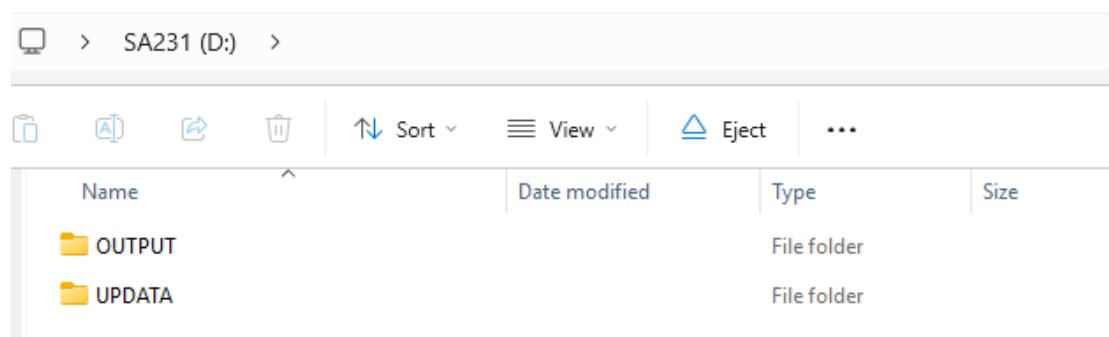
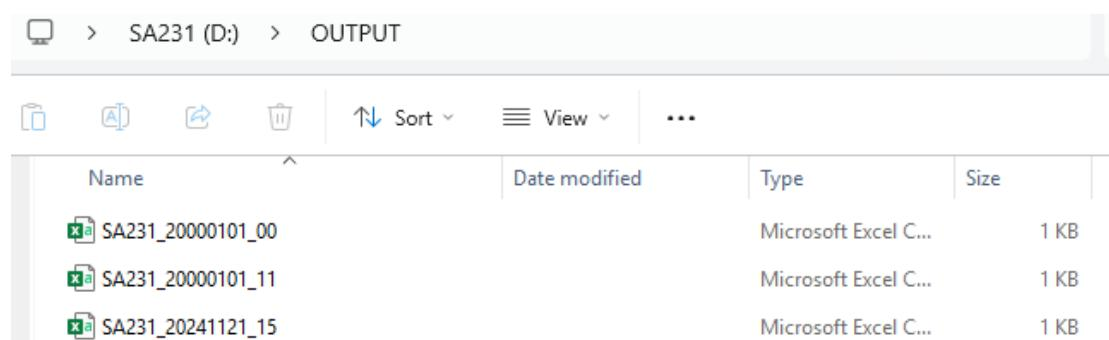

Abbildung 6
Abbildung 7
- (1) Bitte verbinden Sie das Prüfgerät mit einem USB-Typ-C-Kabel mit dem Computer. Auf dem Computerbildschirm wird automatisch ein Ordner-Browserfenster mit dem Namen „SA231“ angezeigt, wie in Abbildung 6 dargestellt.
- (2) Wenn es nicht angezeigt wird, klicken Sie auf dem Desktop auf „Arbeitsplatz“, suchen Sie unter den Geräten und Laufwerken das Laufwerk mit dem Namen „SA231“ und klicken Sie darauf, um es zu öffnen.
- (3) Klicken Sie im Ordner „SA231“ auf den Ordner „OUTPUT“, suchen Sie die entsprechende Testdatendatei entsprechend dem zu exportierenden Testdatum und wählen Sie sie aus, wie in Abbildung 7 dargestellt.
(1) Bevor Sie die Software aktualisieren, trennen Sie bitte das Testgerät vom Stromnetz, halten Sie die Taste „Bestätigen“ am Testgerät (die Taste unten rechts auf dem Bildschirm) gedrückt und verbinden Sie das Testgerät dann mit einem USB-Typ-C-Kabel mit dem Computer. Nachdem der Bildschirm aufleuchtet und die zugrunde liegende Software-Aktualisierungsschnittstelle angezeigt wird, lassen Sie die Taste „Bestätigen“ los. Zu diesem Zeitpunkt wird automatisch ein Ordner-Browserfenster mit dem Namen „SA231“ auf dem Computerbildschirm angezeigt, wie in Abbildung 6 dargestellt. Wenn es nicht angezeigt wird, klicken Sie auf dem Desktop auf „Arbeitsplatz“, suchen Sie den Laufwerksbuchstaben „SA231“ unter den Geräten und Laufwerken und klicken Sie darauf, um ihn zu öffnen.